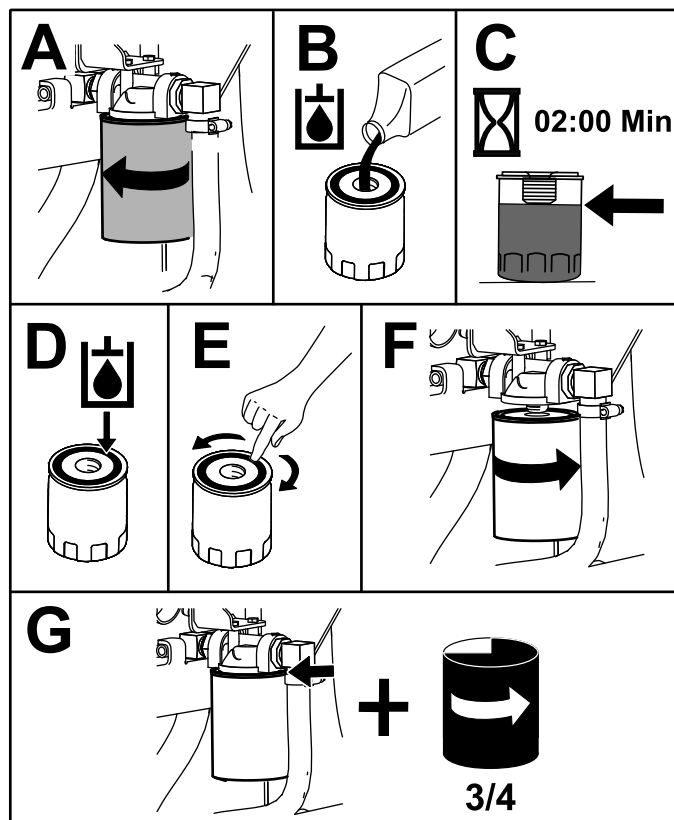

Рисунок 66
- Поместите сливной поддон под фильтр, а затем замените фильтр (Рисунок 66).